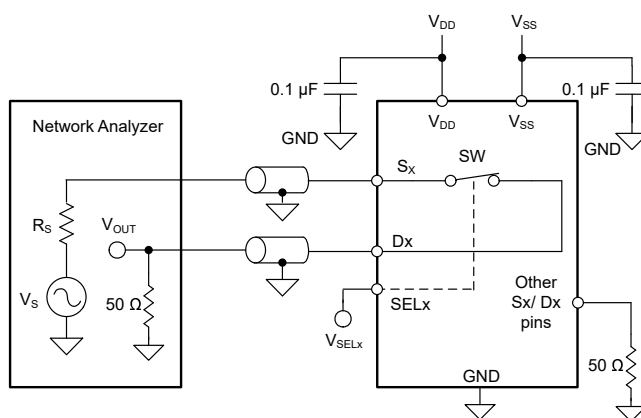

図 7-8. 帯域幅測定時の設定
帯域幅 (BW) は、入力をオンチャンネルのソース ピン (Sx) に印加し、出力がドレイン ピン (Dx) で測定された場合に減衰量が 3dB 未満である周波数の範囲として定義されます。図 7-8 および式 3 に、スイッチの帯域幅を測定する際の設定を示します。